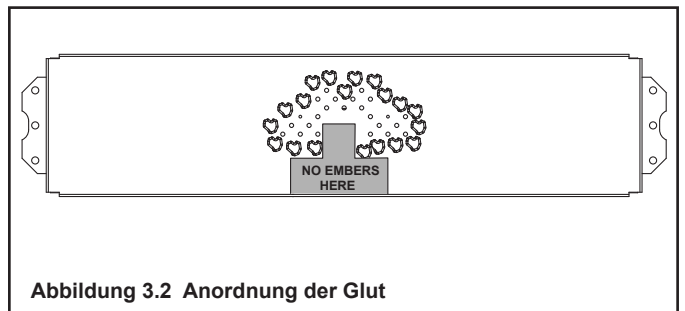

Abbildung 3.2 Anordnung der Glut
- Ersetzen Sie die Glut durch Stücke von der Größe einer kleinen Münze. Achten Sie darauf, dass Sie **KEINE** Anschlüsse oder Zündwege blockieren. Siehe Abbildung 3.2.
- Platzieren Sie die kleinen Glutstücke auf der Oberseite des Brenners um die Brenneröffnungen. Drücken Sie die Glut **NICHT** in die Brenneröffnungen. Platzieren Sie die Glut **NICHT** im mittleren Bereich (siehe Abbildung 3.2).